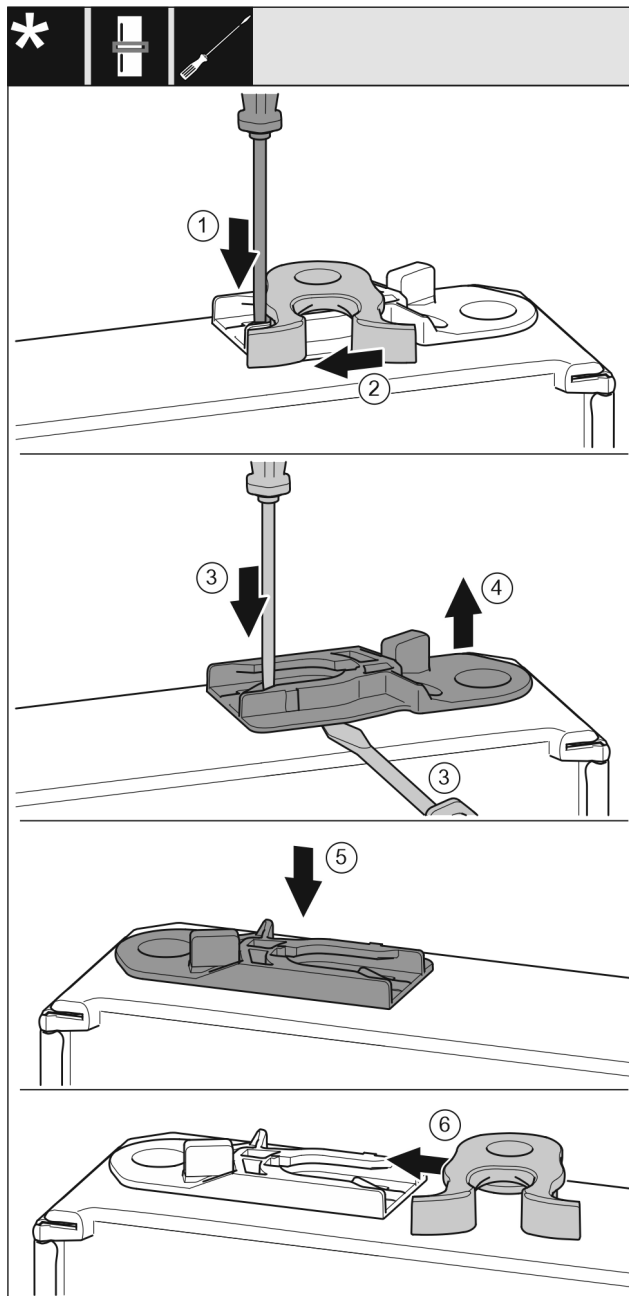

Fig. 18
- Η κάτω πλευρά της πόρτας είναι στραμμένη προς τα επάνω: Περιστρέψτε την πόρτα. Fig. 18 (1)
- Πιέστε το αυτάκι με ίσιο κατσαβίδι προς τα κάτω. Fig. 18 (2)
- Τραβήξτε το άγκιστρο κλεισίματος από τον οδηγό. Fig. 18 (2)
- Τραβήξτε έξω την υποδοχή-οδηγό: Πιέστε το αυτάκι με ίσιο κατσαβίδι και ταυτόχρονα περάστε με το ίσιο κατσαβίδι κάτω από την υποδοχή-οδηγό. Fig. 18 (3, 4)
- Ωθήστε την υποδοχή-οδηγό που έχετε παραλάβει στην άλλη πλευρά του περιβλήματος. Fig. 18 (5)
- Ωθήστε το άγκιστρο κλεισίματος στον οδηγό. Fig. 18 (6)